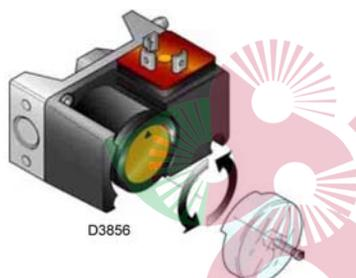

Рис. 23
- Установите реле максимального давления газа (Рис. 23) на конец шкалы.